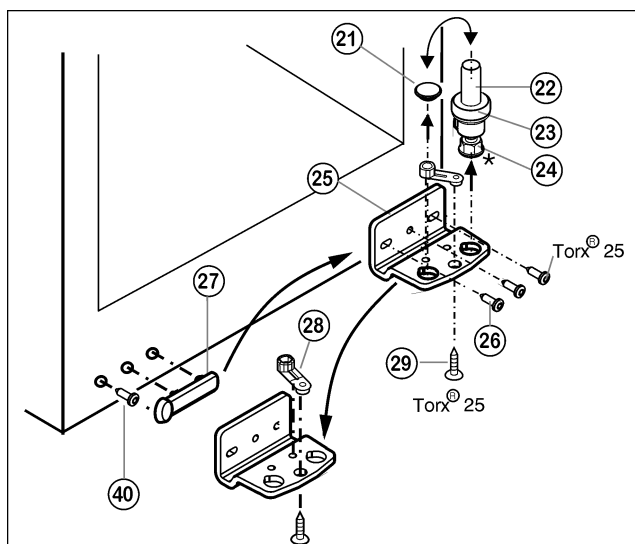

Fig. 5
- ▶ Lagerbolzen Fig. 5 (22) komplett, mit Scheibe Fig. 5 (23) und Stellfuß* Fig. 5 (24) nach oben herausziehen.
- ▶ Stopfen Fig. 5 (21) abheben.
- ▶ Lagerbock Fig. 5 (25) abschrauben Fig. 5 (26).
- ▶ Lagerteil Fig. 5 (28) abschrauben Fig. 5 (29) und in das gegenüberliegende Aufnahmeloche des Lagerbocks umsetzen, wieder festschrauben.
- ▶ Griffseitige Abdeckung Fig. 5 (27) vorsichtig abheben, Schraube Fig. 5 (40) herausdrehen und beides auf die Gegenseite umsetzen.
- ▶ Lagerbock Fig. 5 (25) auf der neuen Scharnierseite ggf. mit Hilfe eines Akkuschaubers **fest (mit 4 Nm)** wieder anschrauben.
- ▶ Stopfen Fig. 5 (21) in das andere Loch wieder einsetzen.
- ▶ Lagerbolzen Fig. 5 (22) komplett, mit Scheibe und Stellfuß*, wieder einsetzen. Dabei darauf achten, dass der Rastnocken nach hinten zeigt.
- ▶ Stopfen (33) aus der Türlagerbuchse herausheben und umsetzen.
- ▶ Türgriff (32), Stopfen (33) und Druckplatten* (34) abmontieren und auf die Gegenseite umsetzen.
- ▶ Tür von oben auf Lagerbolzen unten Fig. 5 (22) aufsetzen.
- ▶ Oberen Lagerbock (12) auf der neuen Scharnierseite in die Tür einsetzen.
- ▶ Oberen Lagerbock (12) **fest (mit 4 Nm)** anschrauben (2 mal Torx® 25) (13). Schraublöcher evtl. vorstechen oder Akkuschauber verwenden.
- ▶ Abdeckung (10) und Abdeckung (11) jeweils auf der Gegenseite aufrasten.
- ▶ Die Tür evtl. über die beiden Langlöcher im Lagerbock unten Fig. 5 (25) fluchtend zum Gerätegehäuse ausrichten. Dazu mittlere Schraube herausdrehen.